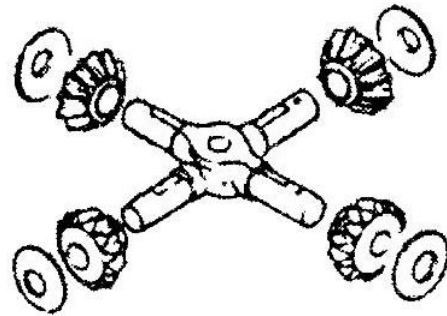

图 7-8
(3) 装复止推垫片和半轴齿轮到差速器壳上;
(4) 装复行星齿轮和止推垫片到十字轴上(图 7-8);